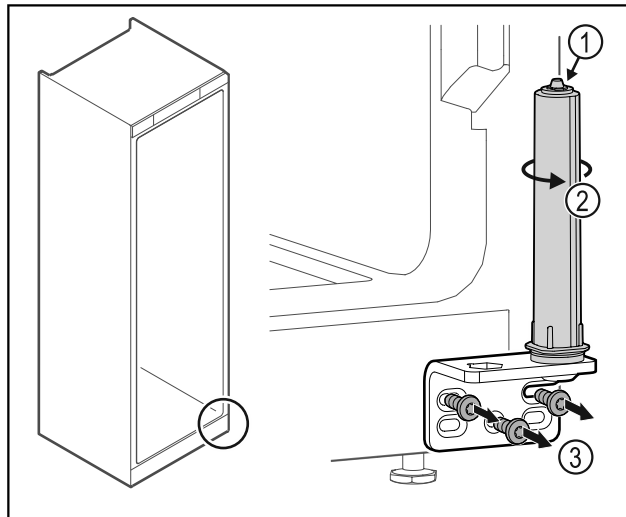

Fig. 32
- ▶ Ne szedje szét az ajtó zárrendszert Fig. 32 (1).
- ▶ Forgassa el a zárrendszert Fig. 32 (2), amíg az be nem kattan.
- ▶ Csavarozza le a csuklópántot Fig. 32 (3).